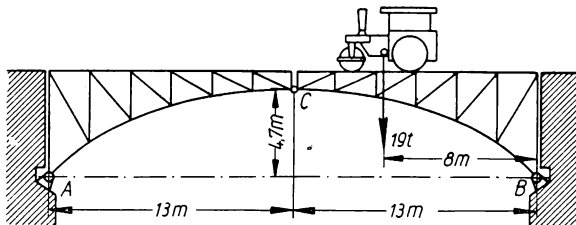

Bild 190
**321.** Eine Dreigelenk-Bogenbrücke stützt sich nach Bild 190 auf die Widerlager- oder Kämpfergelenke  $A$  und  $B$ , während die beiden Brückenhälften im Scheiteltgelenk  $C$  ineinandergreifen. Die Spannweite beträgt  $26 \text{ m}$ , die Pfeilhöhe